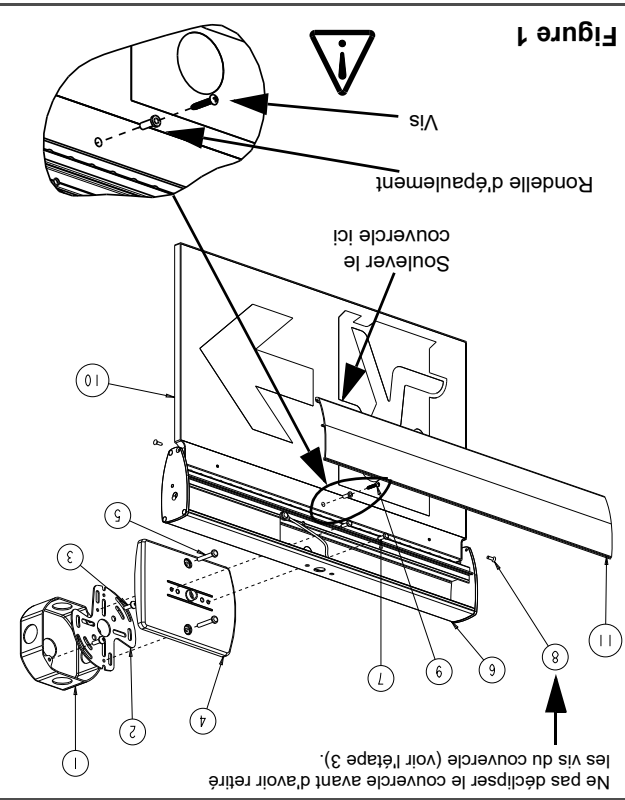

Figure 1
3. Retirer les 2 vis inférieures (8) de la face avant du couvercle et les mettre de côté pour les réinstaller ultérieurement. (voir figure 1)
4. Détacher manuellement le couvercle (11) en soulevant le bas du couvercle et le retirer. Remarque: si le couvercle est difficile à soulever, utilisez un tournevis à tête plate pour faire délicatement lever sur le couvercle à l'endroit indiqué dans la figure 1.
## Montage mural (voir figure 1)